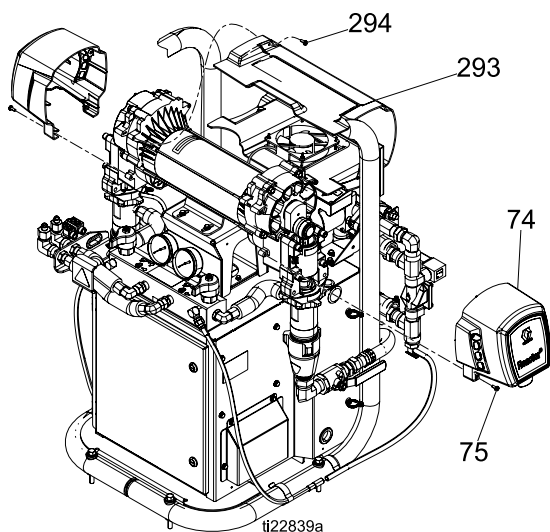

Figure 12
13. Ta bort skruvar (294) och motorsköld (293), se Fig. 12.